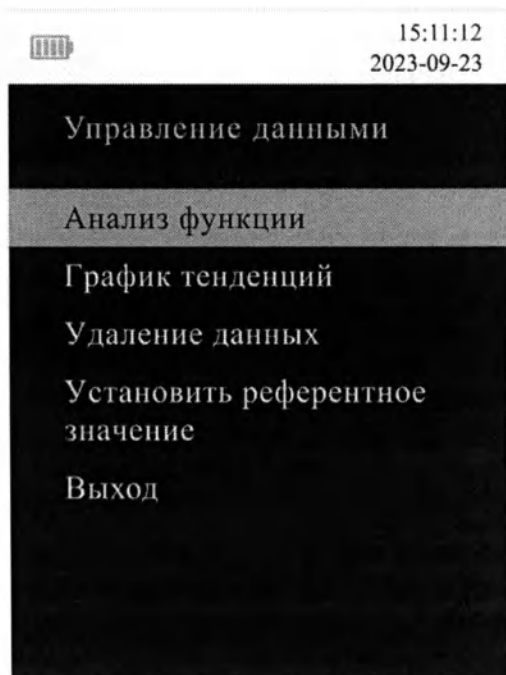

Рисунок 9: Интерфейс управления данными
6) УПРАВЛЕНИЕ ДАННЫМИ: в меню интерфейса выберите нужный раздел для перехода в подменю для Управления данными (см. Рис. 9 ниже). Доступны следующие разделы: Анализ функции, График тенденций, Удаление данных и Установить референтное значение.